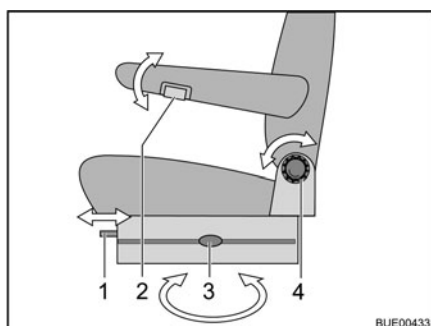
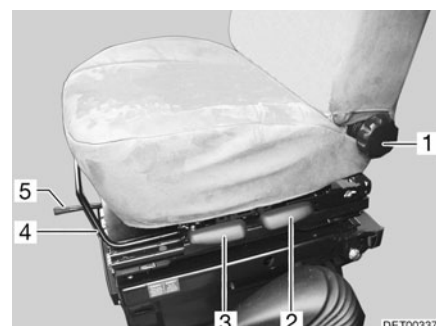

Fig. 10 Asiento del conductor y del acompañante (Fiat)
Fig. 11 Asiento del conductor y del acompañante (Ford)
- Girar la rueda moleteada (Fig. 10,2) en sentido contrario a las agujas del reloj (visto desde delante). Por ello se suelta el bloqueo del reposabrazos.
- Tirar del asidero (Fig. 10,1 ó Fig. 11,4). El asiento se puede desplazar hacia detrás o hacia delante.
- Girar el mando moleteado (Fig. 10,4 ó Fig. 11,1). Se puede cambiar la inclinación del respaldo.
- Tirar del asidero (Fig. 11,3). El asiento se puede subir o bajar por delante.
- Tirar del asidero (Fig. 11,2). El asiento se puede subir o bajar por detrás.